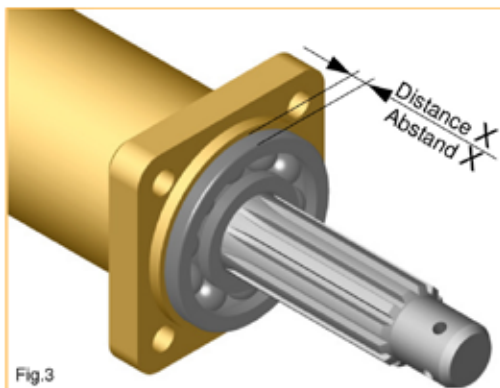

Fig.3
1. Check the wheel bearing carrier type. Please measure distance **X**, as shown in Fig. 3.
1. Überprüfen Sie den Abstand **X** bei korrekt montiertem Radlager (Fig.3).